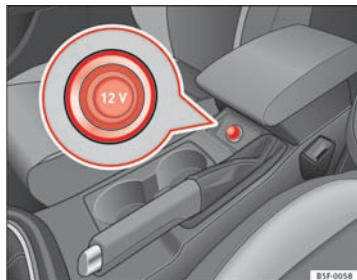

Fig. 75 Midterkonsol: bagi/foran, 12-volts-stikdåse
- Træk stikket i midterkonsollen ud af stikdåsen ⇒ Fig. 75.